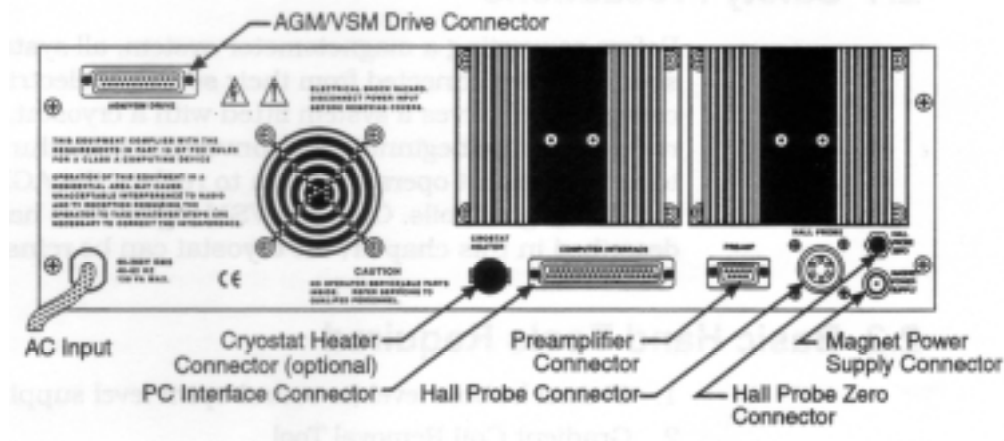

図1 コントローラの背面
- 1、コントローラの背面パネルに取り付けてあるホールプローブコネクタを外します。(図1参照)